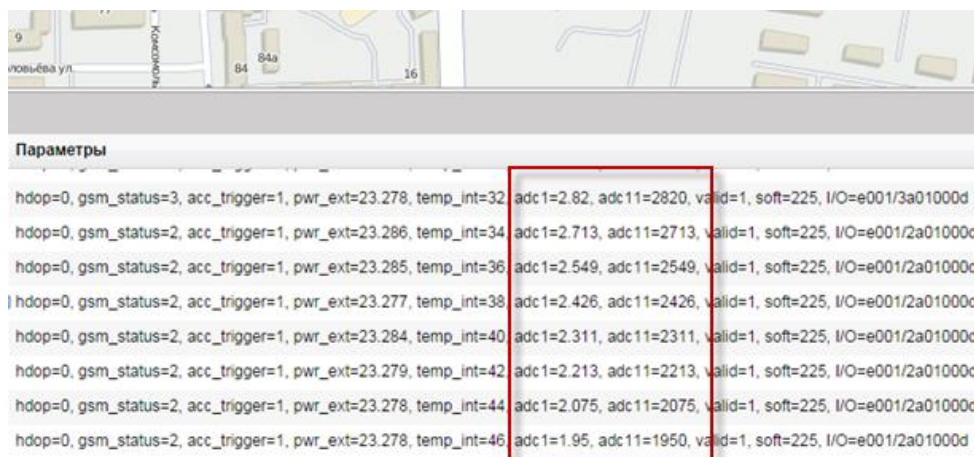

Рис. 6
2. проверьте поступление данных на сервер мониторинга (Рис. 6);